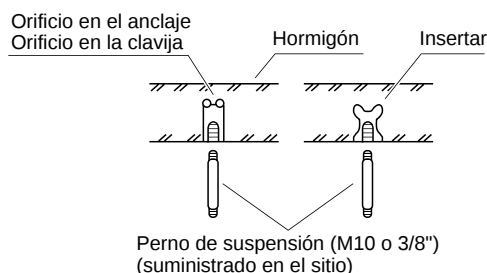

Fig. 3-77
- Inserte pernos de suspensión como se muestra en el diagrama. (Fig. 3-77)